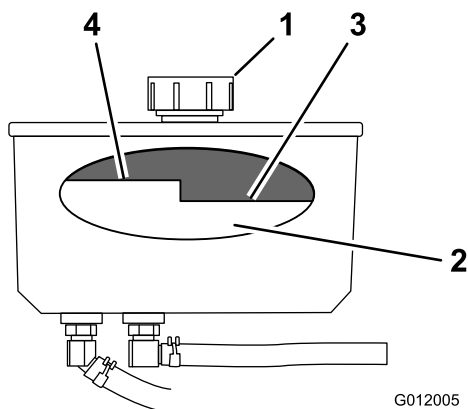

Figure 72
4. Nettoyez la surface autour du bouchon et du goulot de remplissage du réservoir hydraulique (Figure 72).
5. Enlevez le bouchon du goulot de remplissage. Vérifiez le niveau d'huile à l'intérieur du réservoir (Figure 72).